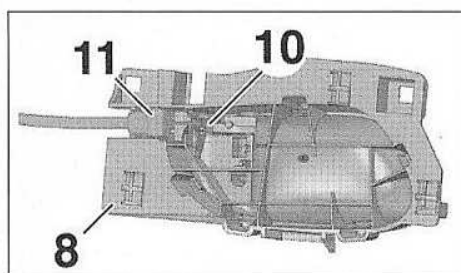

FIG.92
- Désaccoupler l'arrêt de gaine (10) (Fig.92).
- Libérer le câble (11).